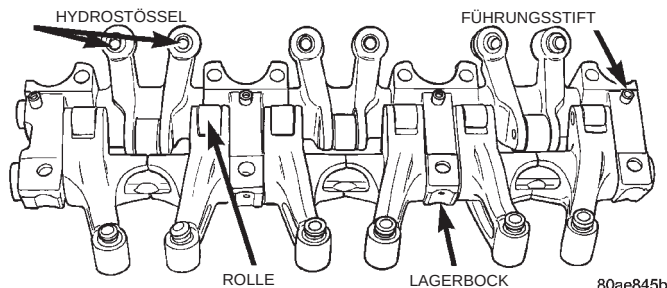

Abb. 56 Kipphebel und Kipphebelwellen montieren
(2) Führungsstifte montieren (Abb. 56). Die Führungsstifte werden durch den Lagerbock in die Auslasskipphelwellen eingetrieben. Die Führungsstifte sind bis zum Anschlag gegen die Kipphebelwelle im Lagerbock einzutreiben.